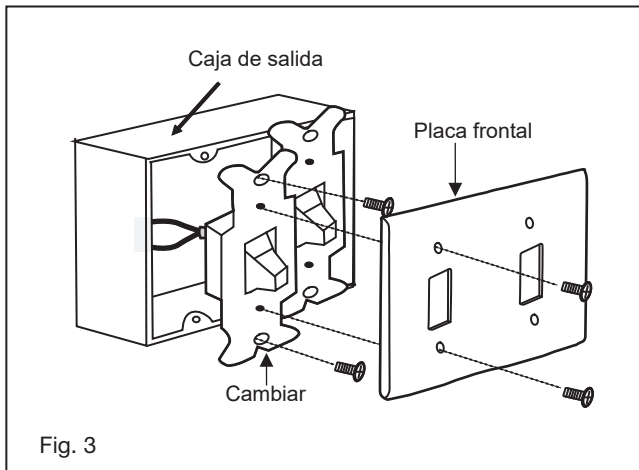

Fig. 3
- 1 Deslice la cubierta del yugo, el anillo de moldura y la capota en el tubo bajante. (Fig. 3)
- 1 Retire la placa de pared existente y el interruptor antiguo de la caja de salida de pared. (Fig. 3)